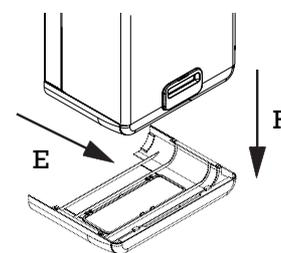

Fig. 3.8b
- Retirer le cache tuyauterie en le tirant vers soi (fig. 3.8b)